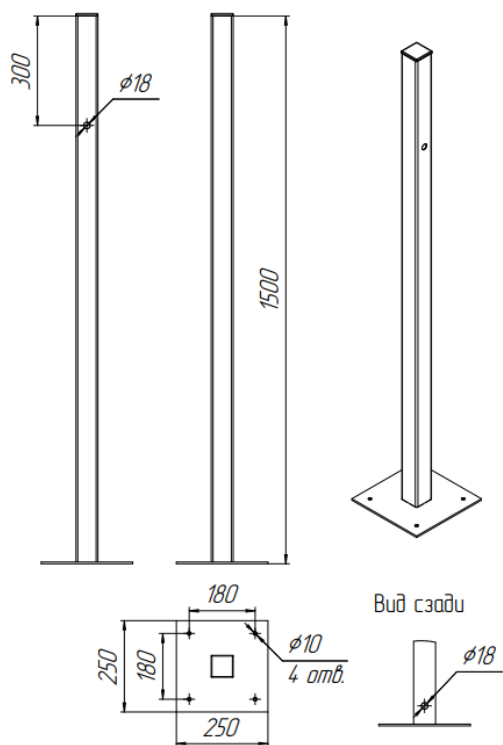

Рис.1 Стойка для светофора 1500 АЯКС
2.5 Габаритные, установочные и присоединительные размеры приведены на рис. 1, 2, 3